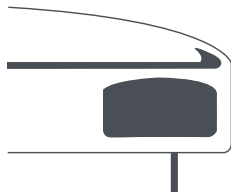

Fig. 11
Orifício de segurança (6). É parte integrante dos sistemas de segurança de que dispõe a sua panela Fagor. Se a válvula de trabalho/ reguladora de pressão (3) e a válvula de segurança (7) estiverem obstruídas devido a, por exemplo, um enchimento excessivo da panela e se ocorrer uma sobrepressão no seu interior, o vapor será libertado através do orifício de segurança (6) situado no rebordo da tampa (1) (Fig. 11).